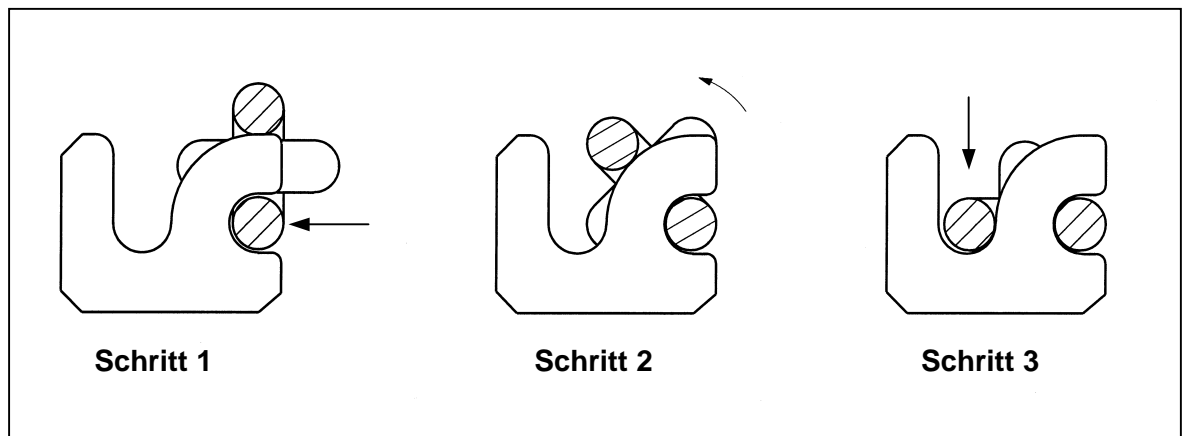

Bild 2
2. Mitnehmer/Kratzeisen in das horizontale Kettenglied (90° relativ zur Radebene) einschwenken. Alternativ kann auch die lose Kette auf das Kratzeisen geschwenkt werden (Bild 2).